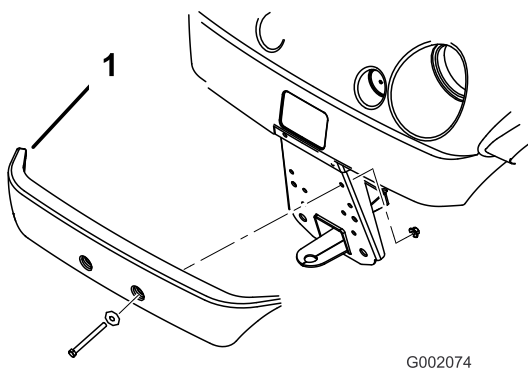

Figura 6
2. Alinee los taladros de montaje y fije el parachoques al bastidor con las fijaciones que retiró anteriormente (Figura 6).